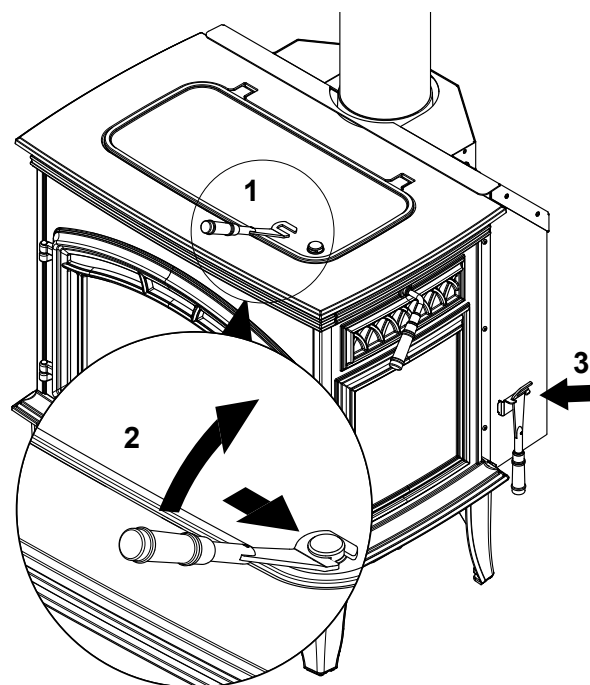

Figure 11.2
Fixer la poignée de la plaque chauffante touche au récepteur par poignée coulissante dans une gauche au mouvement droite veillant à ce que la poignée est bien engagée **Figure 11.2**.
2. Poignée de levage plaque chauffante pour ouvrir le couvercle fonte de la plaque chauffante. Laissez poignée plaque chauffante en place lorsqu'il est en position ouverte **Figure 11.2**.
Utiliser la poignée de la plaque chauffante à proximité soigneusement fonte du couvercle de la plaque chauffante, retirer la poignée de la plaque chauffante et stocker sur cintre poignée de stockage **Figure 11.2**.